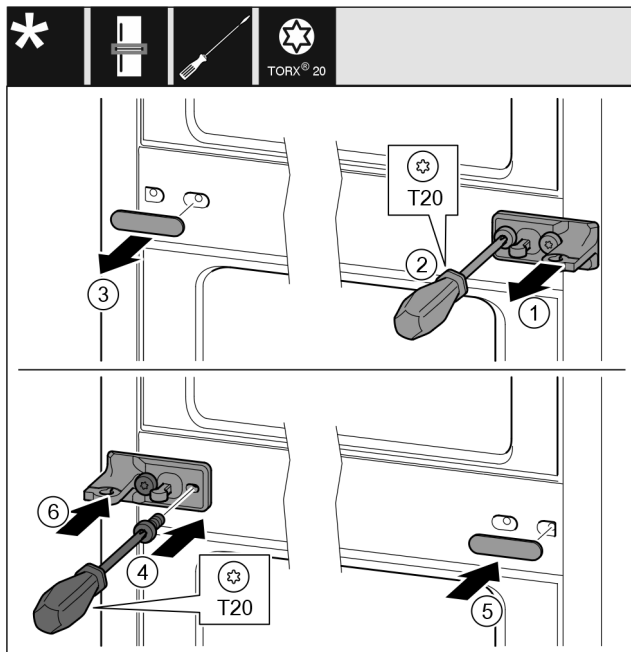

Fig. 21
- ▶ Skinite pločicu Fig. 21 (1).
- ▶ Odvijačem odvrnite vijke Fig. 21 (2).
- ▶ Oprezno izvucite poklopac Fig. 21 (3).
- ▶ Čvrsto pritegnite podložak ležaja s folijom Fig. 21 (4) okrenut za 180° na drugoj strani.
- ▶ Postavite poklopac Fig. 21 (5) okrenut za 180° na drugoj strani.
- ▶ Natakните pločicu Fig. 21 (6) s prednje strane.